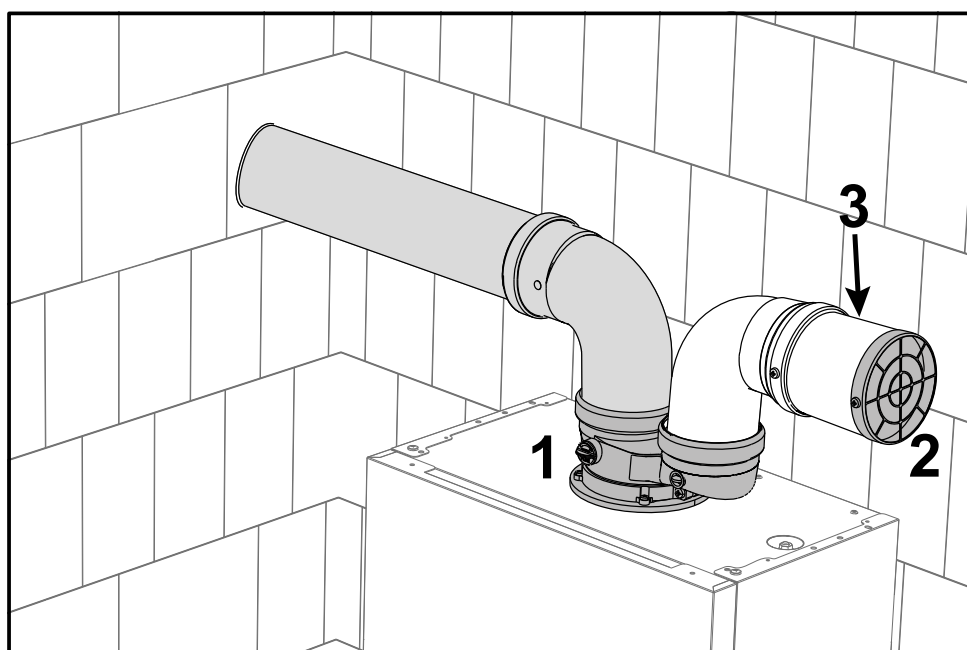

fig. 47- Rejilla de protección
Instale el accesorio inicial (1 fig. 47 - cód. **041082X0**). En el conducto de entrada se tiene que montar la rejilla de protección (2 - fig. 47 - cód. **1KWMA85A**). Si es necesario, monte un manguito (3) entre la rejilla y el accesorio.